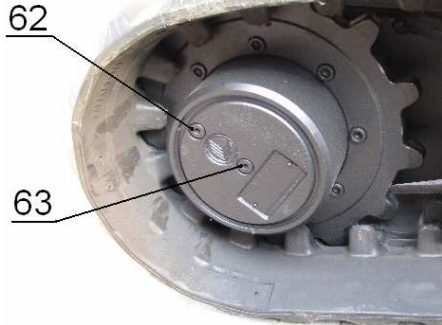

Abb. 27 – Reductor
- Den hydraulisch angetriebenen Motor mit den waagrecht ausgerichteten Schraubverschlüssen (62 und 63 abb. 27) stoppen.